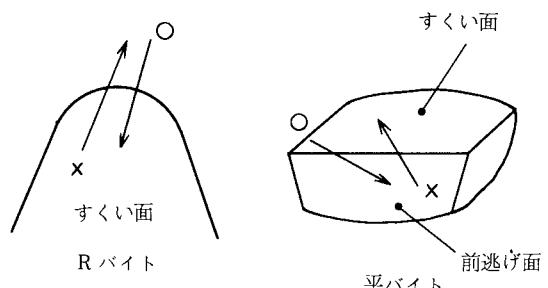

図2-5 刃付け研磨の方向
(1) バイト姿勢調整
- ① 保持具をスタンドロッドに取付け、レベル調整ねじで、バイトの研磨面が研磨皿に接触するように調整する（研磨皿は停止しておくこと）。
- ② 研磨面の結晶方位を推定し、研磨方向が研磨容易方向となるように、研磨皿の回転方向、保持具の位置を調整する。
- ・研磨容易方向のうち、切刃に対して逆らう方向に研磨方向を選定する。逆の研磨方向は、切刃にチッピングを生じさせるため避けなければならない（図2-5）。
- ③ 保持具のアングル調整ねじを回して、研磨面が均一に研磨皿にあたるよう調整する。この時、研磨皿を低速で回転させ、研磨面にマジックインクをつけておくと良い。